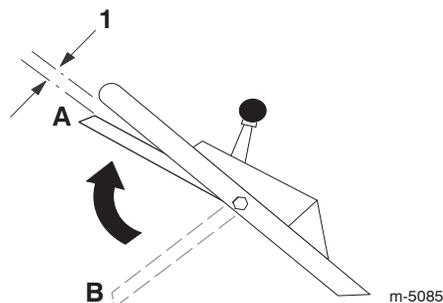

Bild 14
9. Heben Sie den Schaltbügel 2,5 cm unter den Griff an; siehe Stellung A in Bild 14.